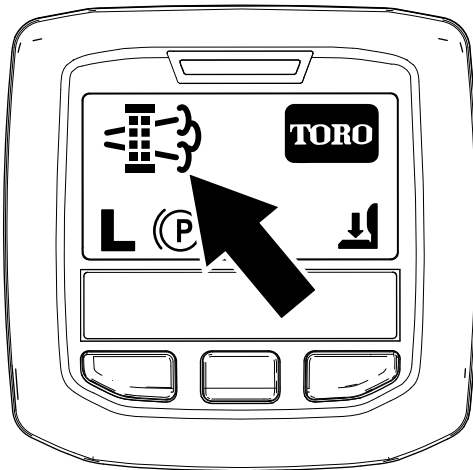

Bild 34
- Wenn der Motorcomputer eine geparkte Regenerierung oder eine Wiederherstellung-Regenerierung anfordert, wird das Symbol für die Anforderung einer Regenerierung (Bild 34) im InfoCenter angezeigt.